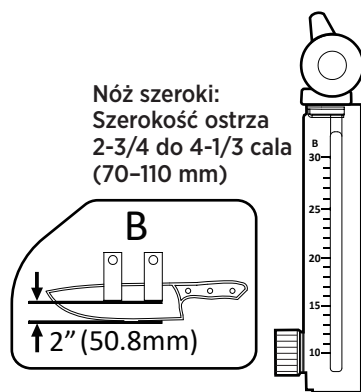

Fig. 7
**Szeroki nóż:** Ostrza o szerokości od 2-3/4 do 4-1/3 cala (70–110 mm) należy umieszczać w pozycji montażowej **B**, zgodnie z oznaczeniem na podstawie. Zakres kąta ostrzenia wynosi 10°–30°. (Patrz Fig. 7)